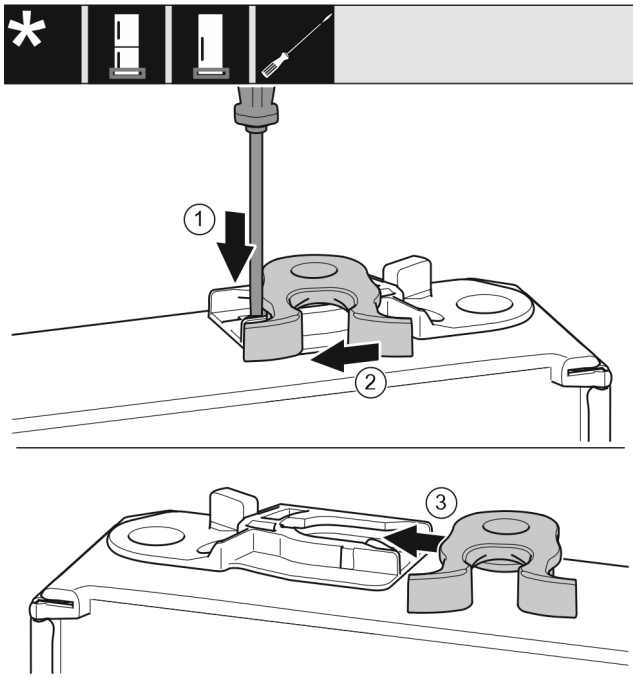

Fig. 18
- ▶ Plochým skrutkovačom zatlačte strmeň nadol. Fig. 18 (1)
- ▶ Zatvárací hák vyťahnite z vedenia. Fig. 18 (2)
- ▶ Zatvárací hák zasuňte na druhej strane do vedenia. Fig. 18 (3)